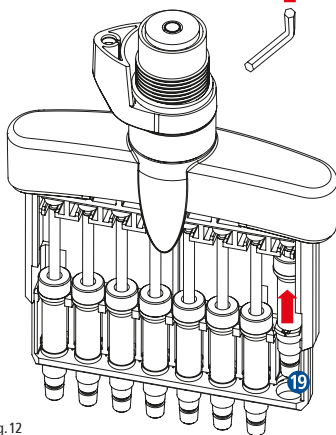
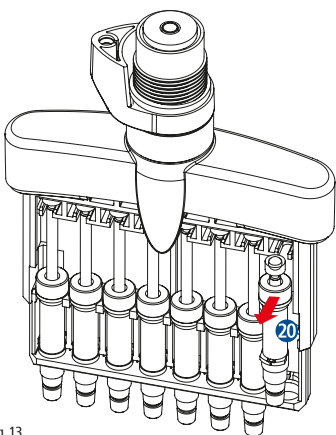

Fig. 12
Fig. 13
- Il cilindro del pistone 19 viene spostato verso l'alto (Fig. 12), in questo modo è possibile togliere facilmente il gruppo pistone completo 20 dal davanti e pulire (Fig. 13) le superfici esterne con una soluzione disinfettante a base di alcol. Ingrassare di nuova il pistone con l'apposito grasso STARLAB originale (ved. punto 8 Informazioni per l'ordine).